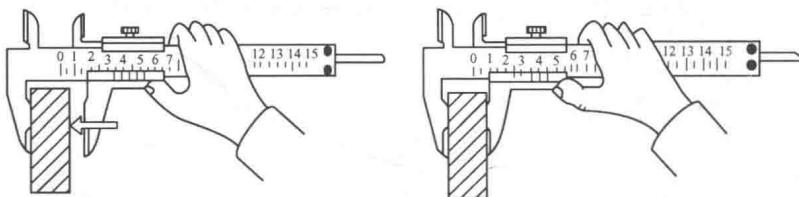

图 1-15 用游标卡尺测量外尺寸
- 3) 工件外尺寸的测量如图 1-15 所示，具体步骤如下。
- ① 将尺框向右拉，使外测量爪张开到比被测尺寸稍大的位置。
- ② 将卡尺的固定测量爪靠在工件的被测表面上，然后慢慢推动尺框，使活动测量爪轻轻地接触到工件的被测表面。
- ③ 慢慢游动活动测量爪，找出尺寸最小的部位。
- ④ 拧紧制动螺钉，读出读数。
- ⑤ 读数之后，要先松开制动螺钉，把活动测量爪移开，再从被测工件上取下卡尺。在活动测量爪还没松开之前，不允许从工件上猛力拉下卡尺。